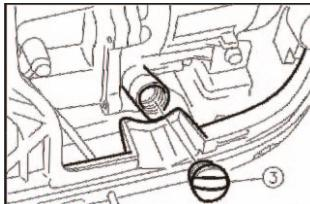

Рис.19
2. Выкрутите пробку маслозаливной горловины (3) (рис. 19).